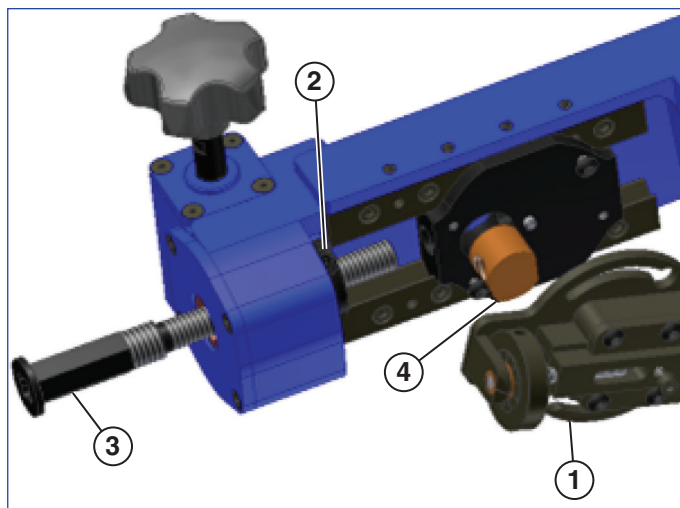

Figura 6
4. Dois parafusos de alimentação são fornecidos com o "QuickFace". Se o acabamento desejado da superfície é de 125 a 250 micro polegadas (3,18 – 6,35 mm), use o parafuso de alimentação de ½ - 11. Se o acabamento desejado da superfície é de 60 a 100 micro polegadas (1,52 – 2,54 mm), use o parafuso de alimentação de ½ a 20. Ver Figura 6.